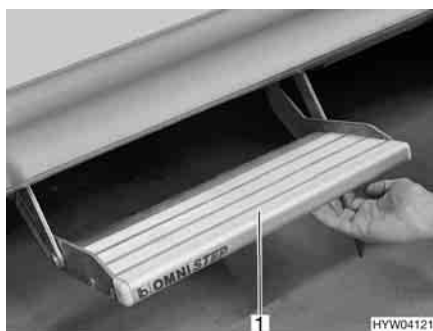

Fig. 20 Scalino di ingresso (integrato)
- Afferrare dal basso lo scalino di ingresso (Fig. 20,1) ed estrarlo finché non si innesta.
- Afferrare dal basso lo scalino di ingresso (Fig. 20,1) e sollevarlo leggermente.